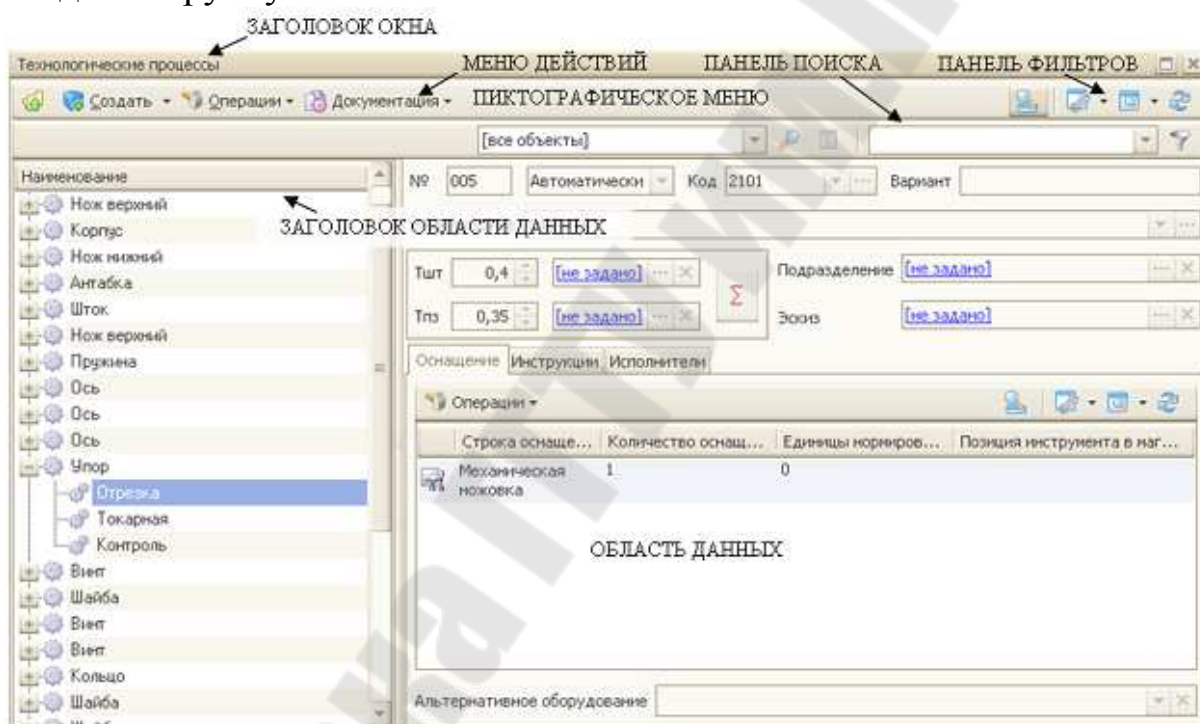

Рис. 11 Вид рабочего окна с отображением заголовка и панели кнопок
– показать/скрыть заголовок окна (рис. 11);